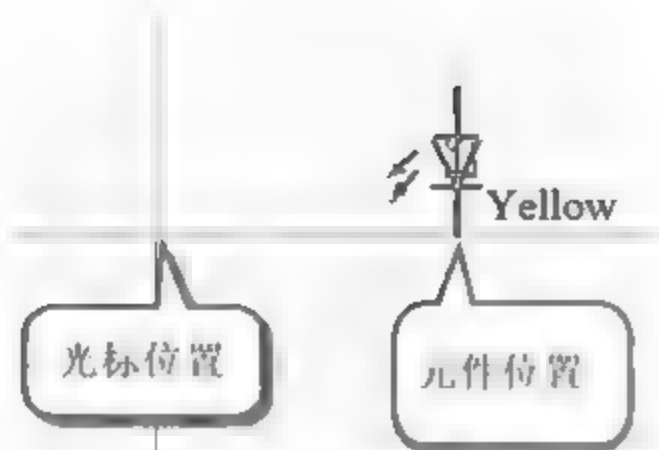

图 8-5 放置元件
3. 为什么有时候放置元件到原理图,元件没有吸附到光标上(如图 8-5 所示)?